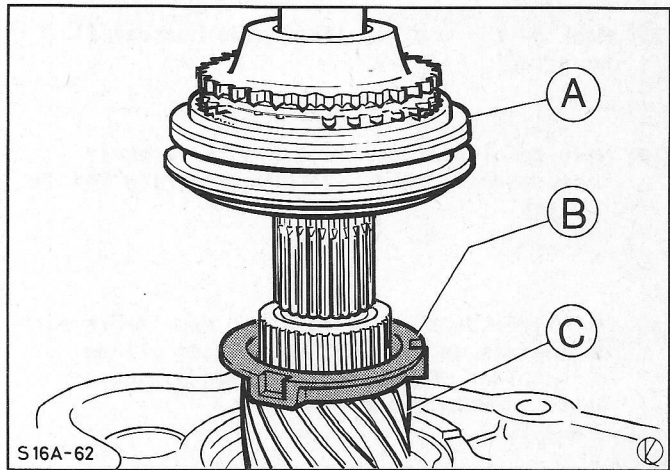

Fig. 22 5e-Versnellingstandwiel aanbrengen.
34. Schuif het 5e-versnellingstandwiel met de schuine vertanding naar het lager gekeerd op de as. Breng de olieslingerring en de synchro aan, fig. 22.